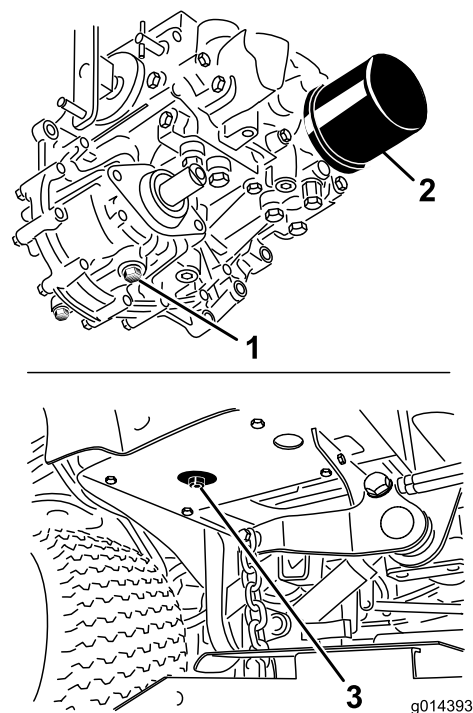

Figura 47
3. Coloque un recipiente grande debajo del depósito de aceite hidráulico y el alojamiento de la transmisión y retire los tapones; deje que se vacíe todo el aceite hidráulico (Figura 47).
4. Limpie la zona alrededor del filtro de aceite hidráulico y retire el filtro (Figura 47).